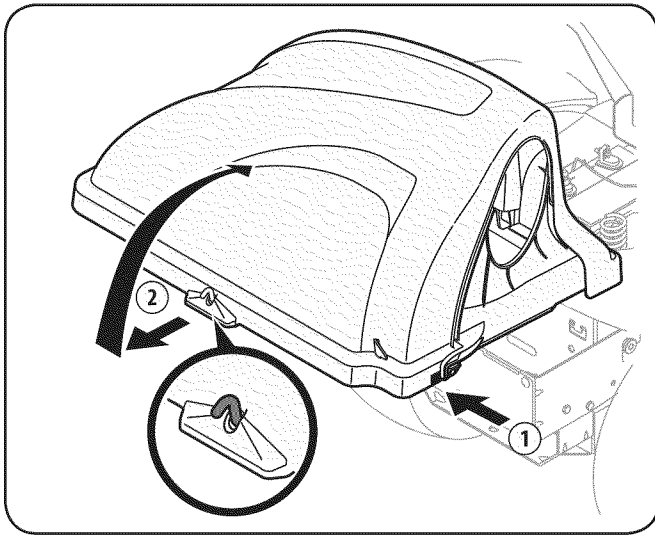

Figura 28
1. Abra el capó del colector de césped empujando hacia adentro la lengüeta posterior derecha con la mano derecha, como se ve en 1 de la Figura 28, y levantando la cubierta con la mano izquierda en el centro de la parte posterior de la cubierta de la embolsadora, 2.